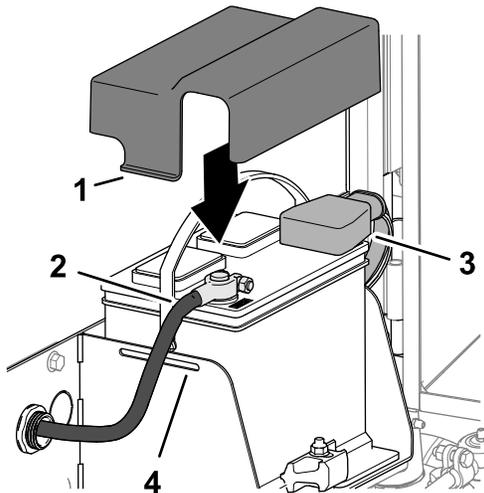

Figura 132
1. Conecte el cable positivo (rojo) al borne positivo (+) de la batería (Figura 132).